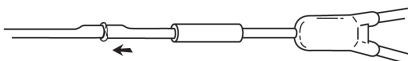

Fig. 7
7. Schuif de metalen canules van het uiteinde van de vervangende katheter geheel in de katheter (fig. 7).